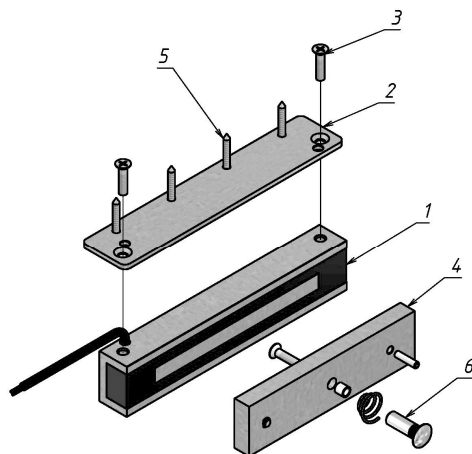
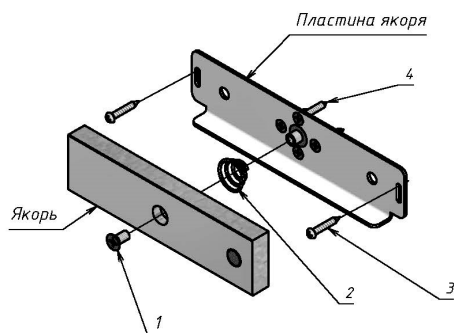

Рисунок 1 – Комплект поставки замка AL-350FB-M-01
Рисунок 2 – Комплект крепления якоря 350P
3.2 В комплект поставки замка **AL-350FB-M-01** входят (рис.1):
- пластина (2) -1 шт.
- винт М6х25 (3) -2 шт.
- комплект крепления якоря (6):
3.3 В комплекте поставки замка **AL-350FB-M-02** комплект крепления якоря (поз.6 рис.1) заменен комплектом крепления якоря **350P** (рис.2): пластина якоря, винт М6х12 (1), пружина (2), саморез 4х25 п/к (3) -2 шт. - саморез 4,2х25 потайн. (4) - 4 шт.)
- **пластина 350FB-M 2 мм** для регулировки положения корпуса замка и создания зазора, исключающего удар торца якоря о пластину или кронштейн (рисунок 1);
- **комплект крепления якоря 350P** (рисунок 2);
5.2 Корпусная часть замка размещается в верхней части дверной коробки. В зависимости от ширины дверной коробки монтажная пластина (поз.2 рис.1) ориентируется на корпусе замка и крепится с помощью винтов М6 (поз.3 рис.1). Варианты крепления корпуса замка на пластине приведены на рисунке 3.
5.4 Якорь замка для варианта поставки **AL-350FB-M-02** устанавливается без сверления монтажных отверстий в двери и без штифта с помощью **комплекта крепления якоря 350P** (рисунок 2). Якорь соединяется с пластиной крепления якоря винтом М6х12 (поз.1) через амортизирующую пружину (поз.2) и затем через регулировочные пазы в пластине крепится саморезами (поз.3) к двери. После окончательной регулировки взаимного положения корпуса и якоря при закрытой двери саморезы (поз.3) затягиваются, якорь снимается с пластины и выполняется крепление пластины к двери саморезами (поз.4), после чего якорь снова устанавливается на пластину.